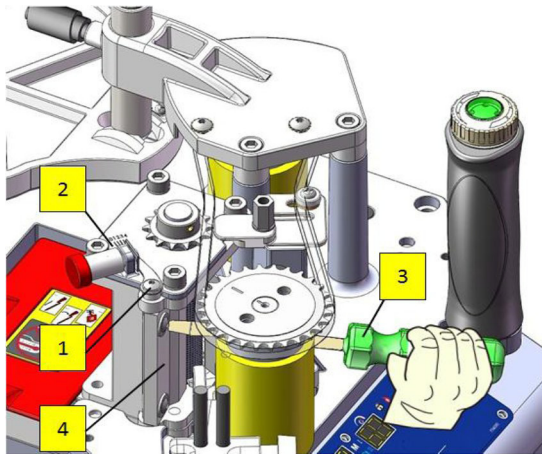

Abb. 16: Zurücksetzen der Abziehklinge
Schritt 3: Die Abziehklinge (4, Abb.16) mit einem Schraubenzieher zum Anschlag schieben und anschließend die Innensechskantschraube (1) festziehen.